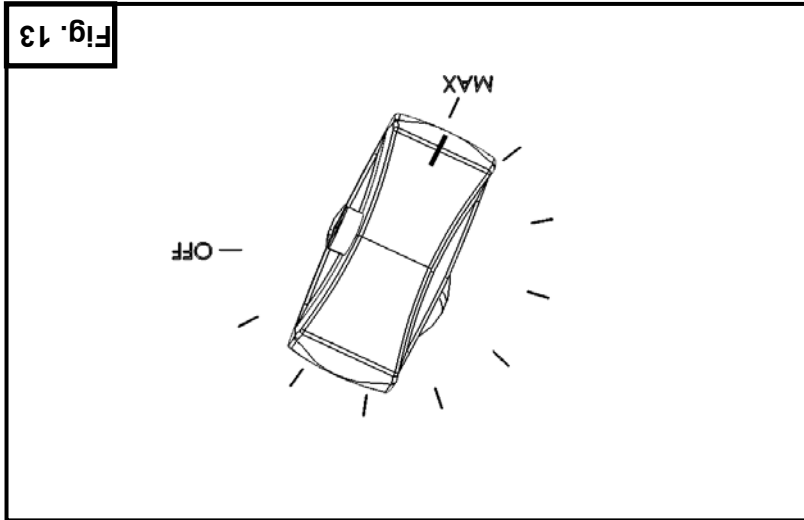

Fig. 13
6. Pour allumer un brûleur, mettez sa soupape en position « ON » (MAX) une fois que toutes les veilleuses sont allumées. (Fig. 13). Si le brûleur ne s'allume pas, mettez toutes les soupapes ainsi que la soupape principale de gaz sur « OFF » et communiquez avec une agence de service autorisée.